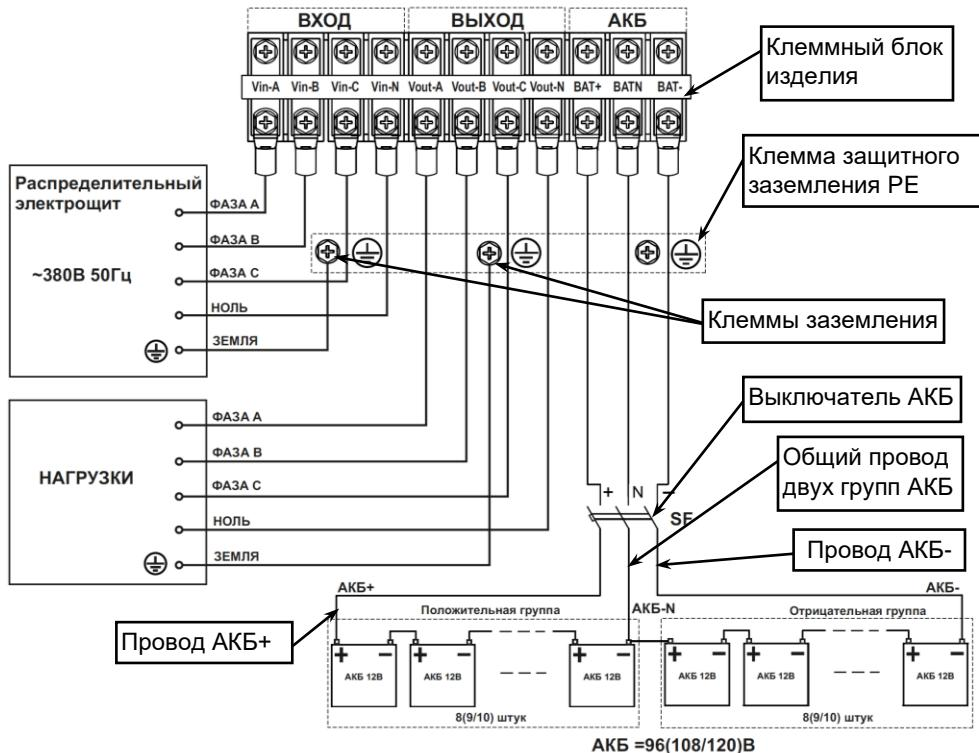

Рисунок 23 – Схема подключения изделия и монтажа аккумуляторной батареи.
- Включите защитный автоматический выключатель АКБ (SF) или выключатель группы предохранителей (при их использовании), см рисунок 23.
Между АКБ и изделием должен быть подключен DC – совместимый термомагнитный трехполюсный защитный автоматический выключатель SF, (или другое устройство защиты, например группа предохранителей с трехполюсным выключателем), расположенный как можно ближе к АКБ, см. рисунок 23.
- номинальное напряжение выключателя должно быть не менее рабочего напряжения положительной/отрицательной группы АКБ (см. рисунок 23);
Затем выполнить, с соблюдением полярности, последовательное соединение аккумуляторных батарей 12В, в соответствии с двуполярной схемой (см. рисунок 23) при помощи перемычек АКБ (перемычки АКБ в комплект поставки НЕ входят).
- Проводники фаз А, В, С и провод N питающей линии от распределительного щита, предназначенные для подключения на входы изделия, должны быть обесточены (см. рисунок 23)
- подключение кабелей к клеммному блоку выполняйте в соответствии со схемой (см рисунок 23) и маркировкой, нанесенной на клеммном блоке изделия;
- подключите провода заземления клеммам заземления изделия (см. рисунок 23);
- подключение кабелей к клеммному блоку выполняйте в соответствии со схемой (см. рисунок 23) и маркировкой, нанесенной на клеммном блоке изделия;
- к клеммам заземления каждого изделия подключите провода заземления кабелей подключения питающей сети и нагрузки (см. рисунок 23);